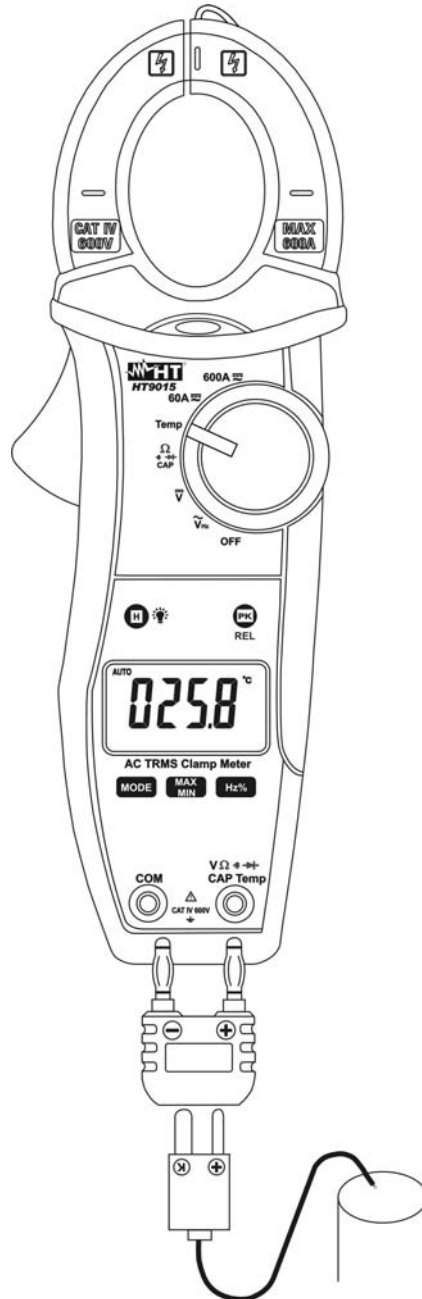

Fig. 8: Uso de la pinza para medida de Temperatura
3. Inserte la sonda termopar tipo K en dotación en los terminales de entrada **VΩ $\rightarrow$ CAPHz%Temp** y **COM** a través del adaptador, respetando la polaridad mostrada en la Fig. 8. El valor de la temperatura es mostrado en el visualizador. En la medida de temperatura la barra gráfica analógica está desactivada